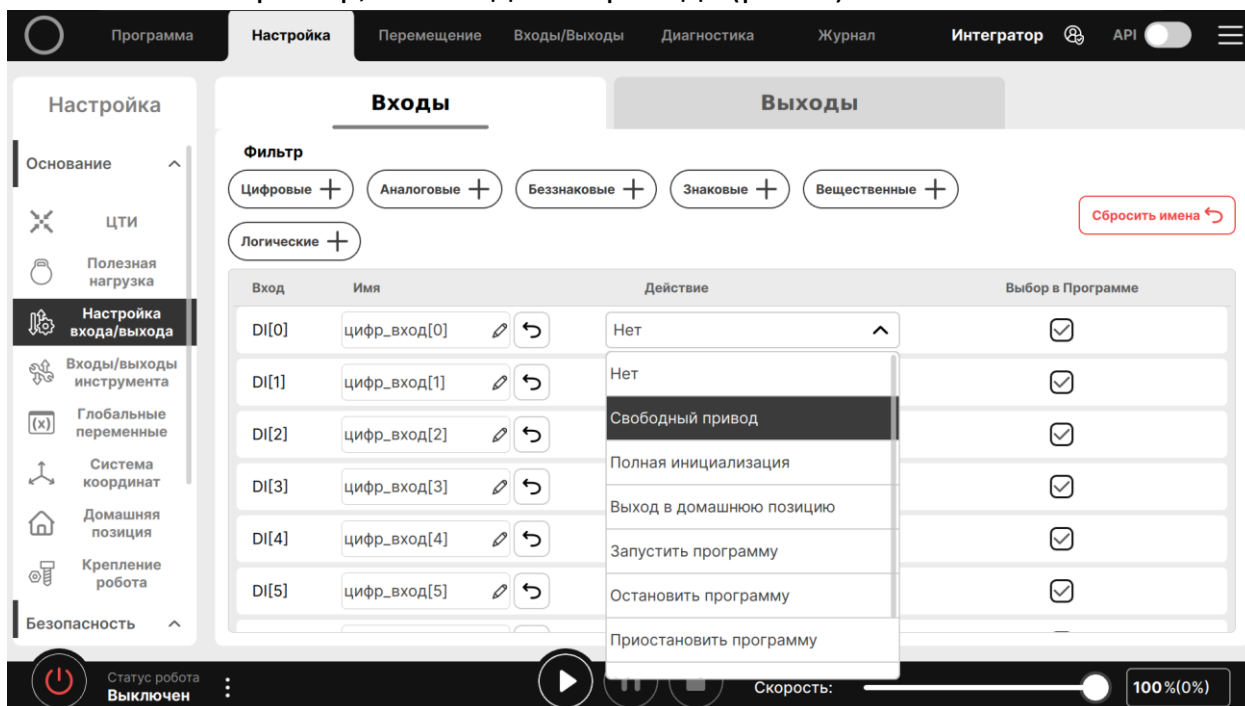

Рис. 8. Пример установки действия программируемой кнопки
- Для настройки программируемой кнопки перейдите на вкладку «Настройки», раздел «Настройка входа/выхода», после чего для соответствующего цифрового входа установите действие, например, «Свободный привод» (рис. 8).